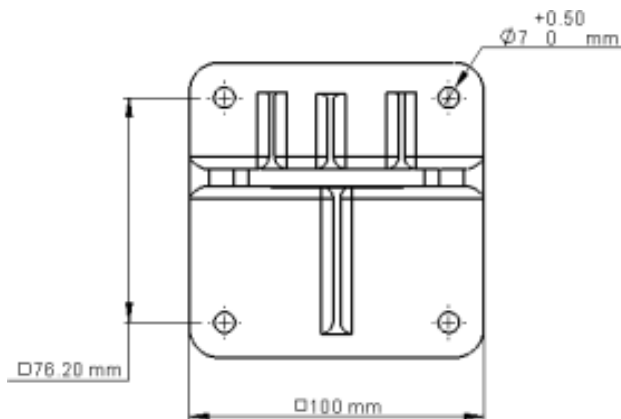

Figure 13 : Rotule de fixation – Vue de arrière
- a) Montez la base de la rotule (Figure 13) à une structure solide utilisant quatre fixations appropriées à travers les quatre trous de 7 mm (0,28 po) de diamètre. Quatre vis imperdables avec rondelles à ressort sont fournies dans le support basculant.
Procédez comme suit pour installer le détecteur à la rotule de fixation, en vous référant à la Figure 13 :